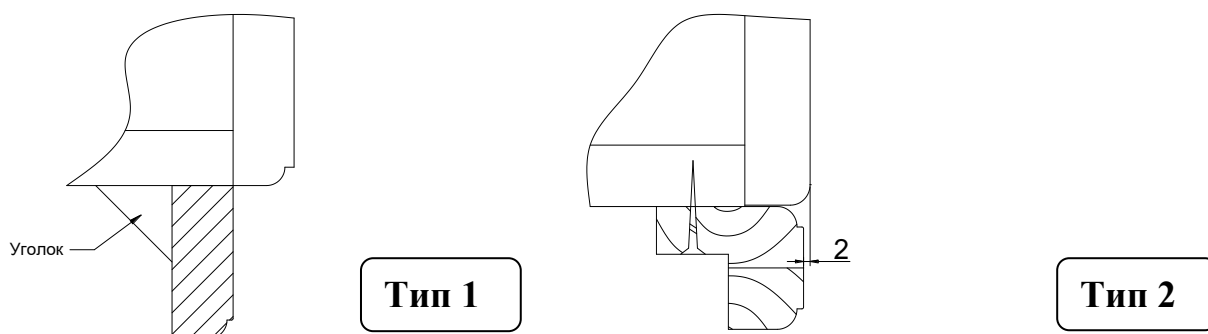

Рис. 25
1. В зависимости от модели может быть два типа нижнего карниза по способу установки. Тип 1 лиуется с корпусом, тип 2 лиуется с фасадом (рис. 25).